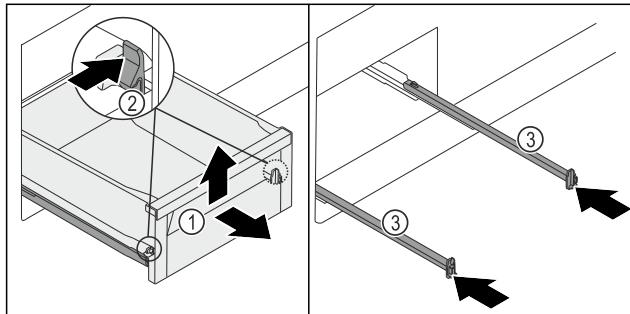

Fig. 123
- 将抽屉 Fig. 123 (1) 拉出至止挡。
- 将左右侧夹子 Fig. 123 (2) 同时向里压。
- 抽屉 Fig. 123 (1) 从轨道上松开。
- 向上抬起抽屉 Fig. 123 (1) 前部。
- 朝前取出抽屉 Fig. 123 (1)。
- 推入轨道 Fig. 123 (3)。